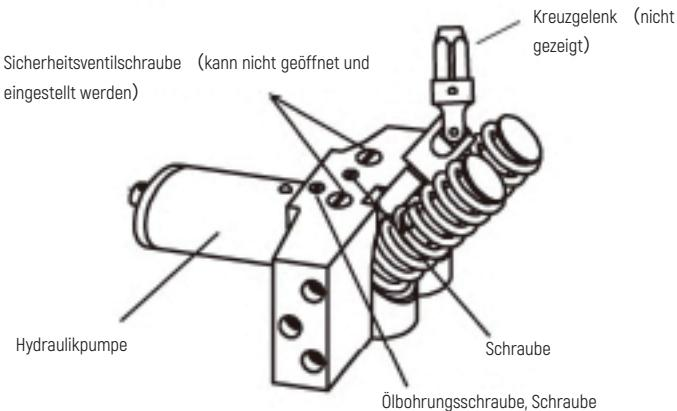

Bild 2
- 1) Lösen Sie die Ölbohrungsschraube, entfernen Sie jedoch nicht die Schraube (siehe Abbildung 2) .
- 5) Ziehen Sie die Ölbohrungsschraube an (siehe Abbildung 2) .
- 1) Entfernen Sie die Ölbohrungsschraube (siehe Abbildung 2) .
- 2) Richten Sie die Ölbohrung aus und füllen Sie das qualifizierte Hydrauliköl langsam ein (siehe Abbildung 2) , bis es 0,6 cm von der Ölbohrung entfernt ist (Hinweis: Drücken Sie bei der Ölfüllung nicht auf den Griff) .